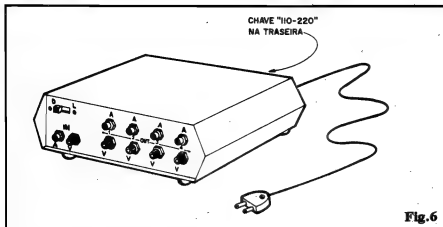

Fig. 6
- **FIG. 6 - A CAIXA FINAL** - Tratando-se de um aparelho para uso "em bancada", diretamente na mesa de edição, convém que toda a "plugagem" seja frontal, evitando longos percursos dos fios de sinal. A disposição sugerida na figura, portanto, parece-nos ao mesmo tempo bonita e prática, com o painel da caixa mostrando "tudo": o interruptor geral da alimentação, o par de jacks RCA para as Entradas de A e V e os 4 pares de jacks (todos RCA...) para as Saídas de A/V nº 1, 2, 3 e 4. Na traseira da caixa podem ficar apenas o ilhós de borracha para passagem do "rabicho" da C.A. (um nó, por dentro da caixa, é uma boa providência para evitar que esforços externos sobre o "rabicho" possam romper suas ligações ao circuito...), e a chave de Tensão (110-220). Quatro pés de borracha, aplicados à base da caixa, evitarão que ela "deslize" sobre a mesa de trabalho... Com